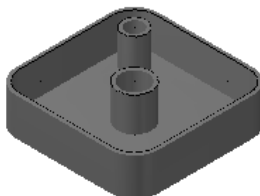

图 7.3.35 朝外
- ☒ **朝外** 单选项：用于设置朝外创建抽壳，如图 7.3.35 所示。